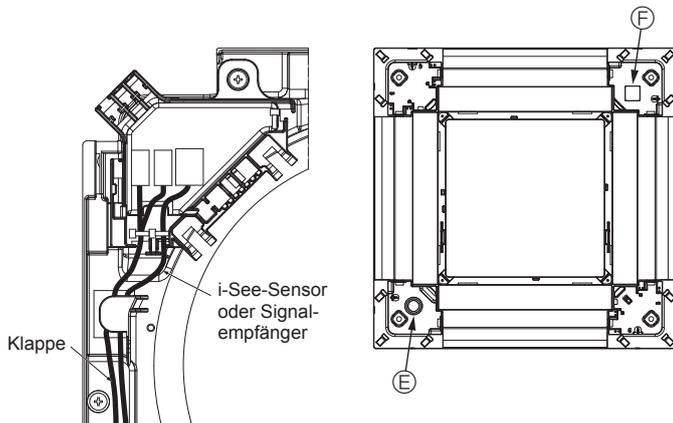

Fig. 6-14
- Das i-See-Sensorkabel und das Signalempfängerkabel wie in Fig. 6-14 dargestellt verlegen.